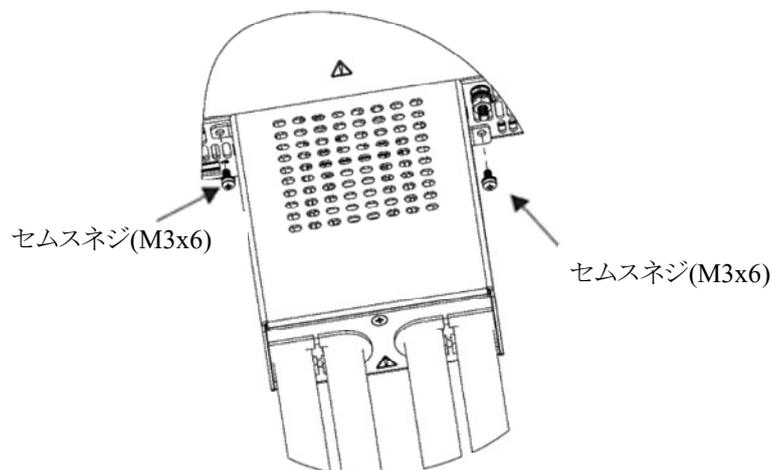

図4-28 出力端子カバーのリアパネルへの取り付け方法
6. 図4-28に示すようにセムスネジ (M3x6、製品に添付されています) を使用して、電源のリアパネルに出力端子カバーを取り付けます。